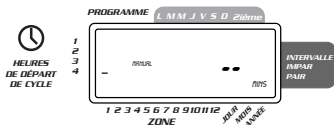

FIGURE 13
- Appuyer sur la touche **MANUEL**. Ensuite, appuyer sur **SUIVANT** trois fois. Un curseur clignotant s'affichera sur la station 1 avec l'indication --MINS [Voir Figure 13].